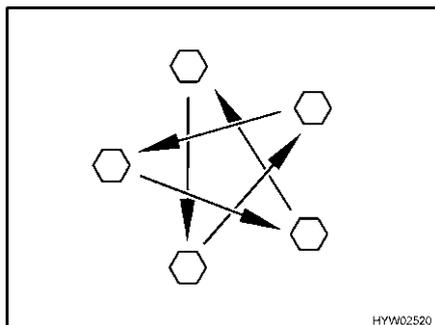

Bild 277 Radmuttern oder Radschrauben über Kreuz anziehen
- Radmuttern oder Radschrauben regelmäßig auf festen Sitz prüfen. Radmuttern oder Radschrauben eines ausgewechselten Rades nach 50 km über Kreuz nachziehen (Bild 277). Anziehdrehmoment siehe Abschnitt 13.5.2.
- ▷ Radmuttern oder Radschrauben über Kreuz anziehen (Bild 277).